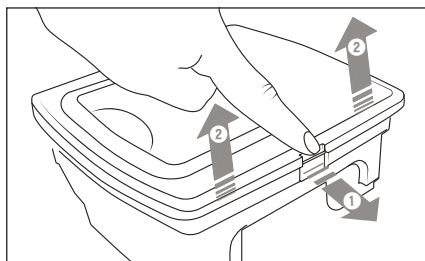

Bild 7
- 2) Öppna spärren på dammbehållarens **12** lock och fäll upp det (se bild 7).